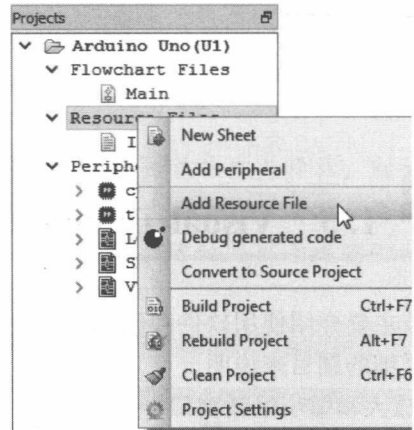

图 1-20 Resource Files 快捷菜单
(2) 存储模块：如图 1-20 所示，通过工程树中的 Resource Files 快捷菜单添加资源，然后拖放到编辑窗口中。